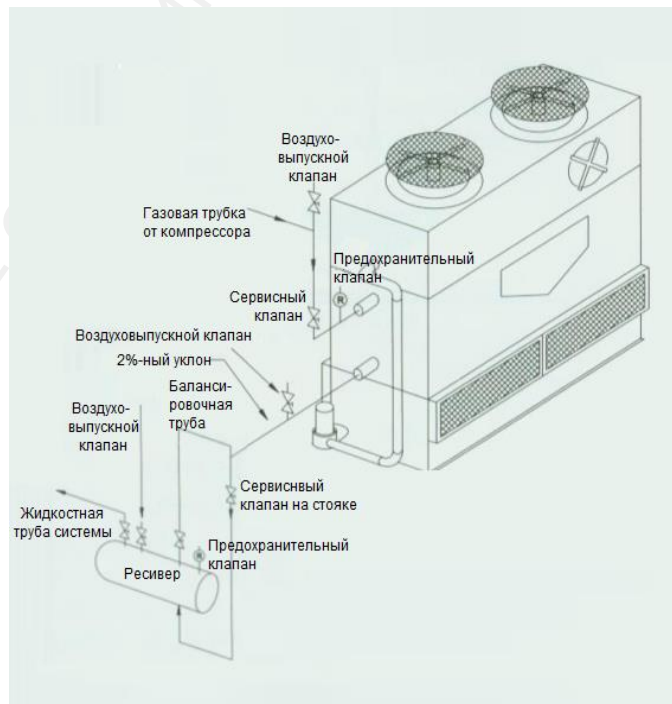

Рис. 5.
трубу (требуется труба номинальным диаметром не менее DN20), как показано на рис. 5;
- (2) если жидкостная труба выносного конденсатора подсоединена к нижней части ресивера (отверстие впуска жидкости находится в нижней части ресивера), то необходимо зарезервировать патрубок балансировочной трубы на случай горизонтального размещения выпускной жидкостной трубы. В таком случае размер выпускной жидкостной трубы можно соответствующим образом уменьшить. Размер выпускной жидкостной трубы может быть определен исходя из скорости потока хладагента не более 0,76 м/с при полной нагрузке, как показано на рис. 5.